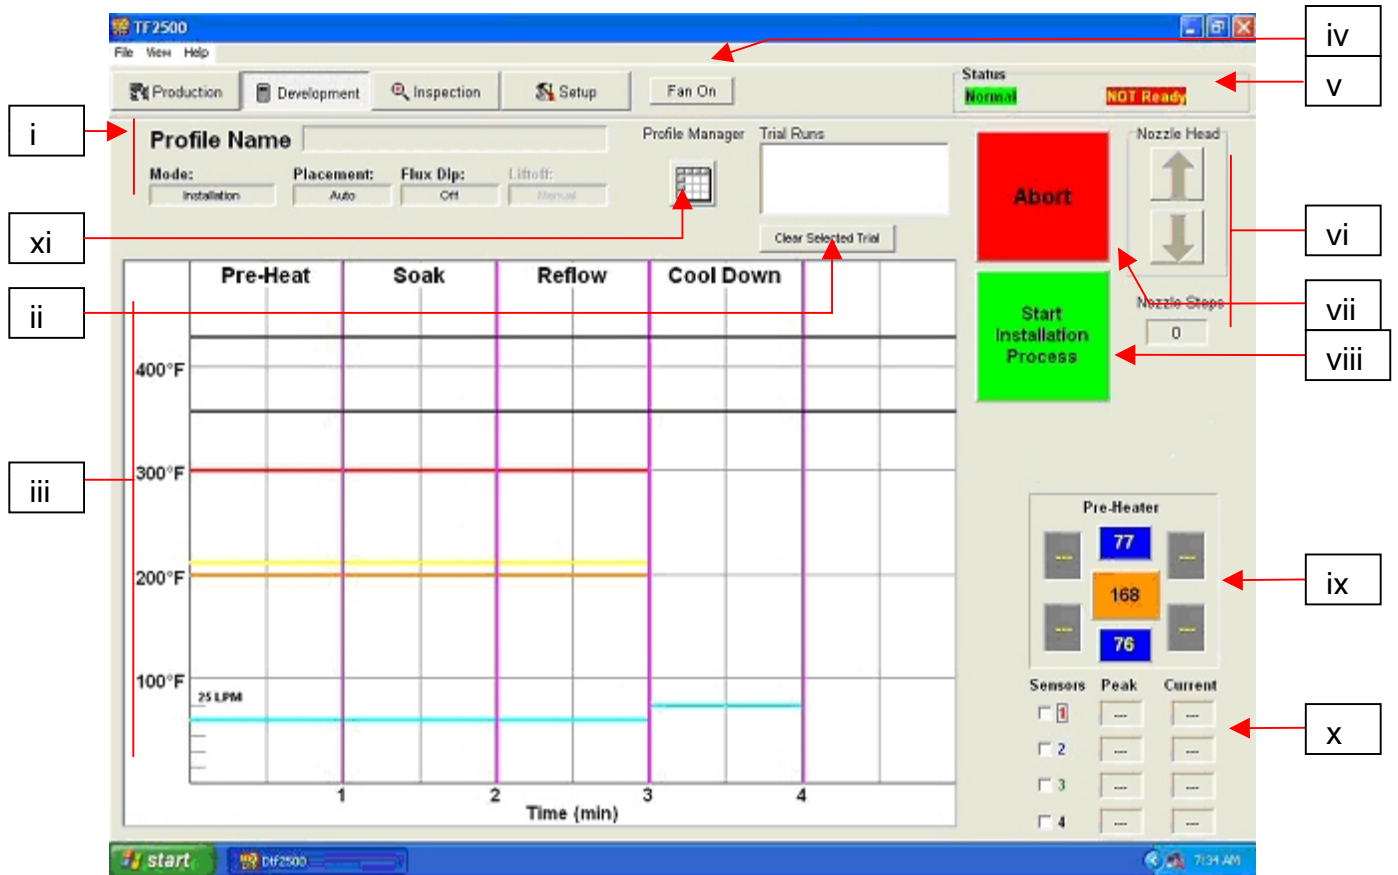

Figure 7
i. Description de l'écran de développement de profil (figure 7).